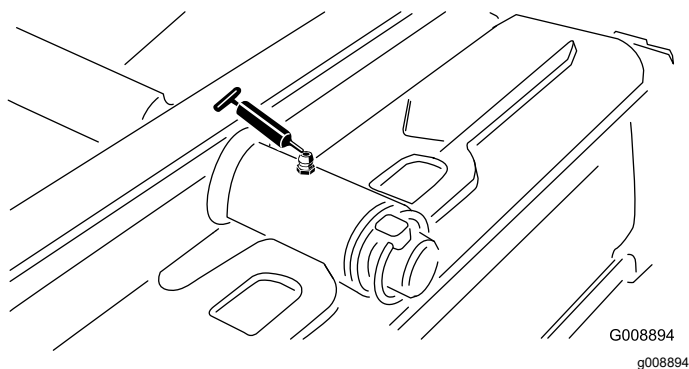

Рисунок 33
- Шарнир заднего режущего блока (Рисунок 33)